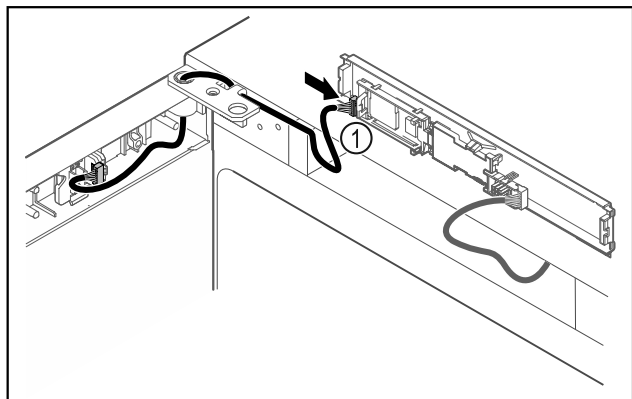

Fig. 50
- ▶ Подключите штекер Fig. 50 (1) к панели.